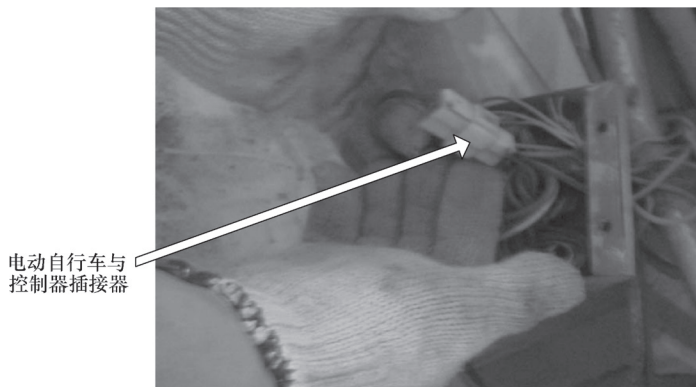

图 8-1 调速转把与控制器插接器
2) 接着拔下调速转把与控制器相连的插接器（如图 8-1 所示），电动机随即断电，表明控制器良好。